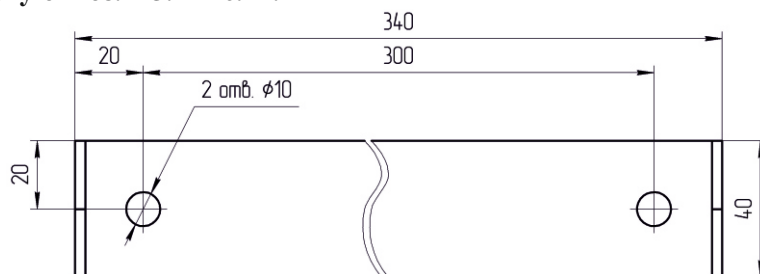

Рисунок 4. Закладная деталь для крепления прибора
6.1.8 Прибор должен навешиваться на закладную (входит в комплект поставки, (17) Рис.1). Разметку стены под крепление закладной детали произвести согласно Рис. 4.